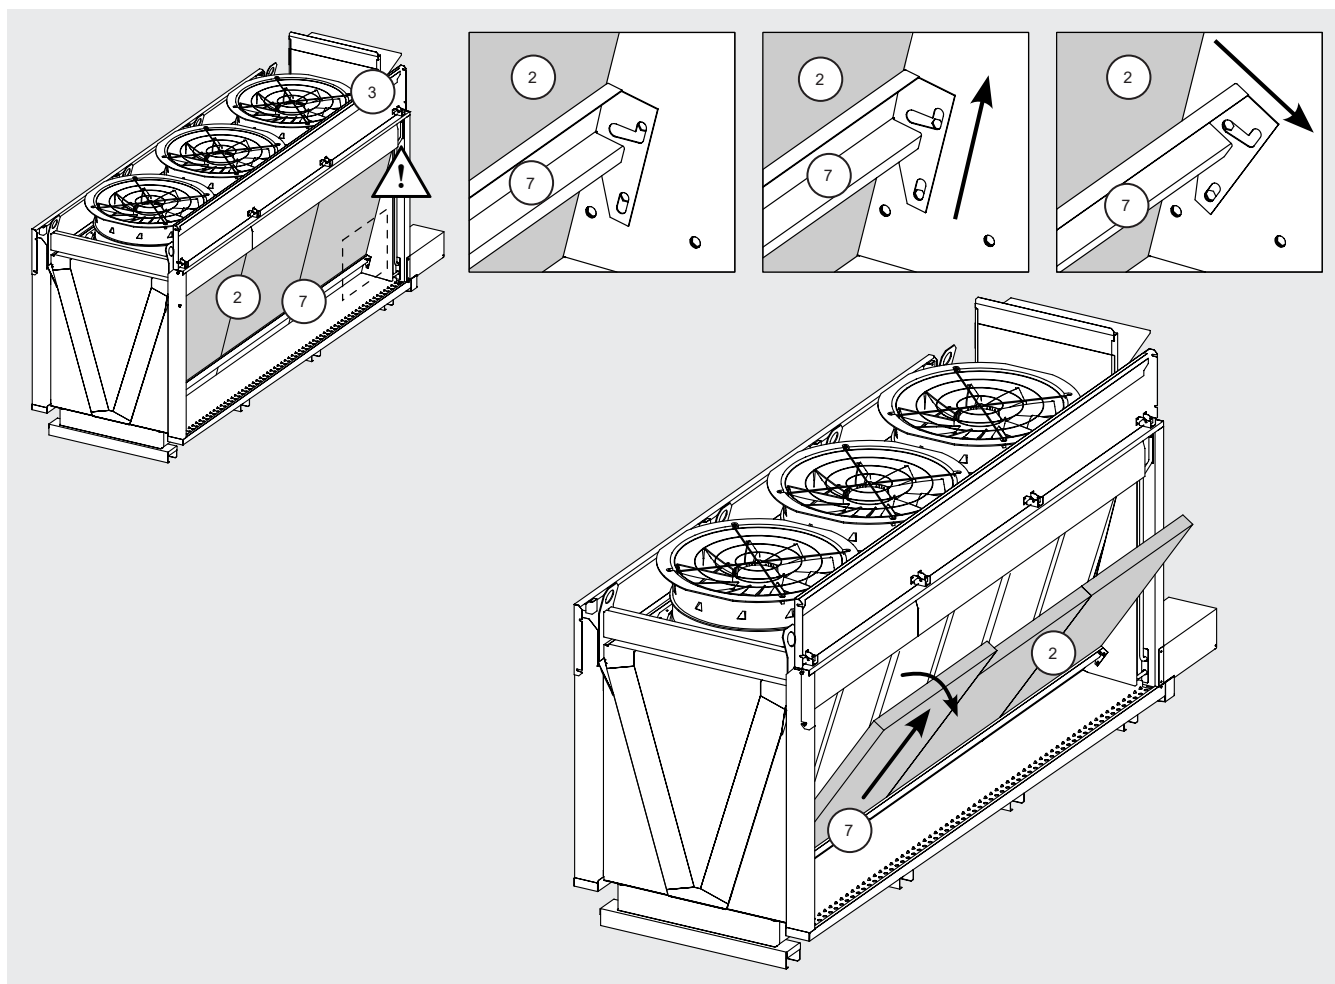

Figura 21
- 12.9.16 Tire de la barra transversal (7) hacia arriba y luego hacia fuera, haciéndola girar. Atención: esto hará que el panel de cartón (2) se incline. Véase la Figura 21.